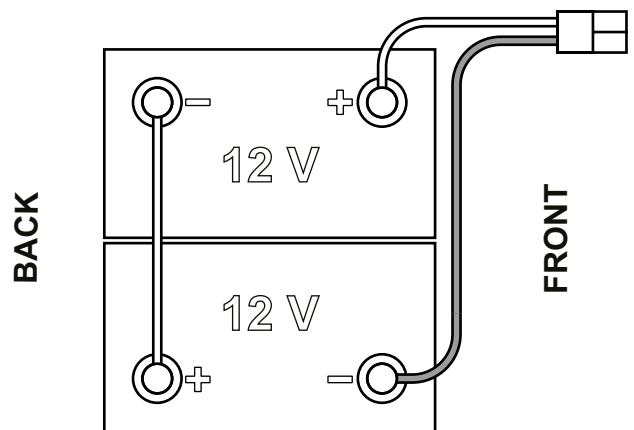

Abbildung 1
Für das Gerät sind zwei 12-V-Batterien erforderlich, die gemäß Anschlussplan in Abbildung 1 anzuschließen sind.
1. Bedienerschlüssel abziehen (52).
2. Die Not-Aus-Taste (5) drücken, um den Batteriesteckverbinder zu trennen.
3. Deckel (18) anheben und überprüfen, ob der Schmutzwassertank (17) leer ist. Gegebenenfalls durch das Ablaufrohr (26) entleeren.
4. Deckel (18) schließen.
5. Die Schmutzwassertank-Baugruppe (17) vorsichtig mit dem Griff (35) anheben.
8. Die Batteriekabel wie im Plan von Abb. 1 gezeigt positionieren und installieren, dann die Mutter auf jeder Batterieklemme sorgfältig festziehen.
9. Die Schutzkappe auf jede Klemme setzen, dann den Batteriesteckverbinder anschließen (6).
10. Die Stützstange (36) entfernen, den Griff (35) fassen und die Baugruppe Schmutzwassertank (17) vorsichtig herablassen.